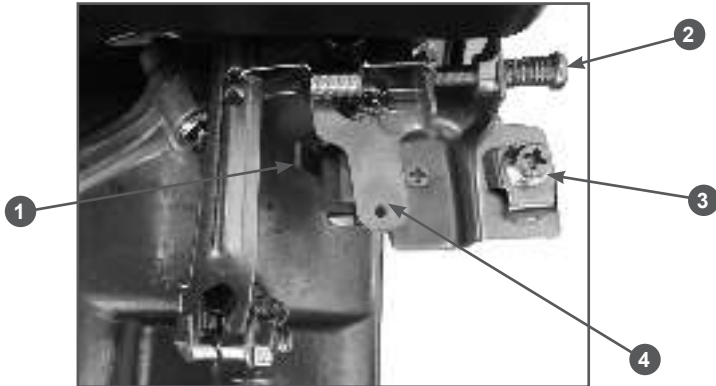
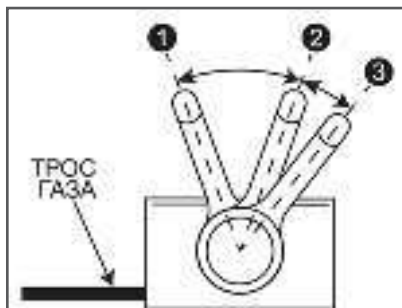

Рис. 3 Панель управления
Рис. 5 Рабочие положения рычага газа
1. Открутите болт скобы крепления троса газа и снимите скобу 3 крепления троса газа (Рис. 3).
После правильной регулировки троса газа рычаг газа имеет 3 рабочих положения (Рис. 5).
При установке рычага газа в положение «3» (Рис. 5), рычаг 4 управления оборотами двигателя должен нажимать на контактную пластину 1 (Рис. 3).
При установке рычага газа в положение «1» (Рис. 5), рычаг 4 управления на панели управления двигателя должен упираться в винт 2 ограничения максимальных оборотов двигателя (Рис. 3).
2. Установите рычаг газа в положение между положениями «1» и «2» (Рис. 5).
При возникновении аварийной ситуации, для экстренной остановки двигателя переведите рычаг газа в положение «3» (Рис. 5).
2. Переведите двигатель в режим холостого хода, для этого рычаг газа переведите в положение «2» (Рис. 5).
4. Переведите рычаг газа в положение «3» (Рис. 5), двигатель должен остановиться.